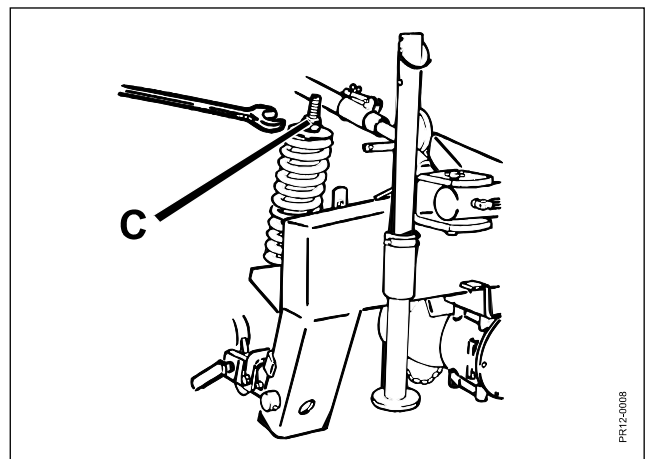

Fig. 2-15
- Fig. 2-15** Die Entlastungsfeder wird mit der Spindel **C** auf die gewünschte Entlastung eingestellt.